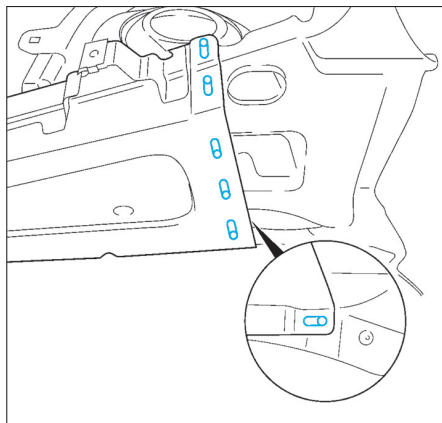

FIG. 17
- Effectuer six trous oblongs de 6 x 20 mm dans la joue d'aile avant (Fig.17).